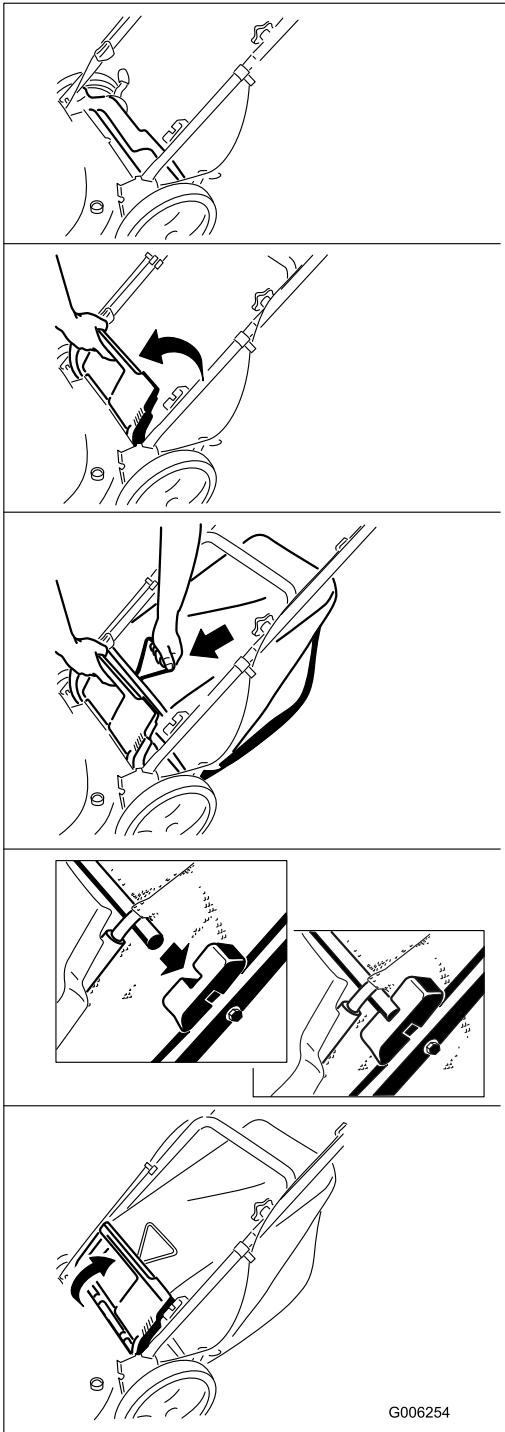

Figura 23
- Instale la bolsa de recortes (Figura 23).